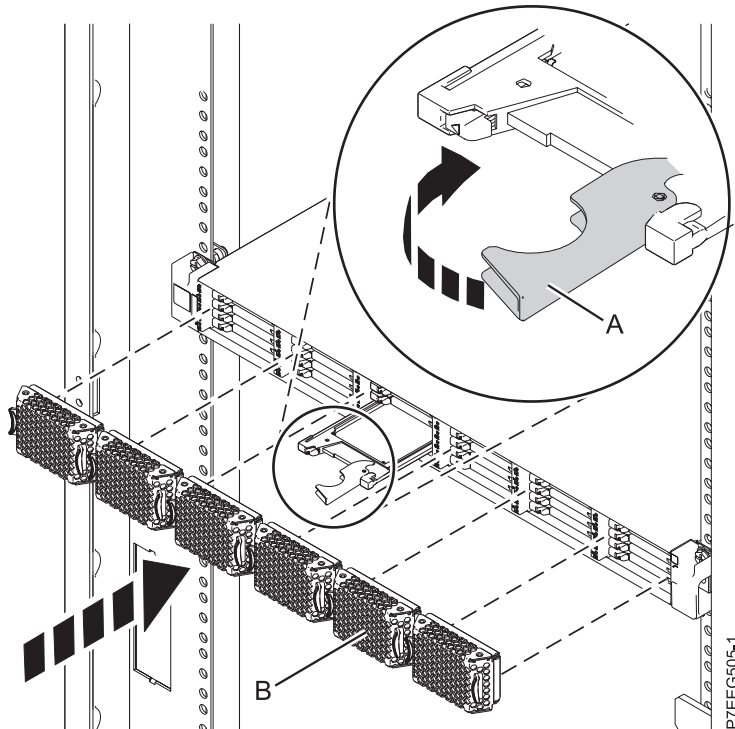

Figure 4. Installation d'une unité SSD dans l'armoire de stockage PCIe ED/R1
1. Avec la poignée en position déverrouillée, alignez l'unité SSD avec les rails de guidage dans le boîtier. Pour plus d'informations, voir figure 4, à la page 10.